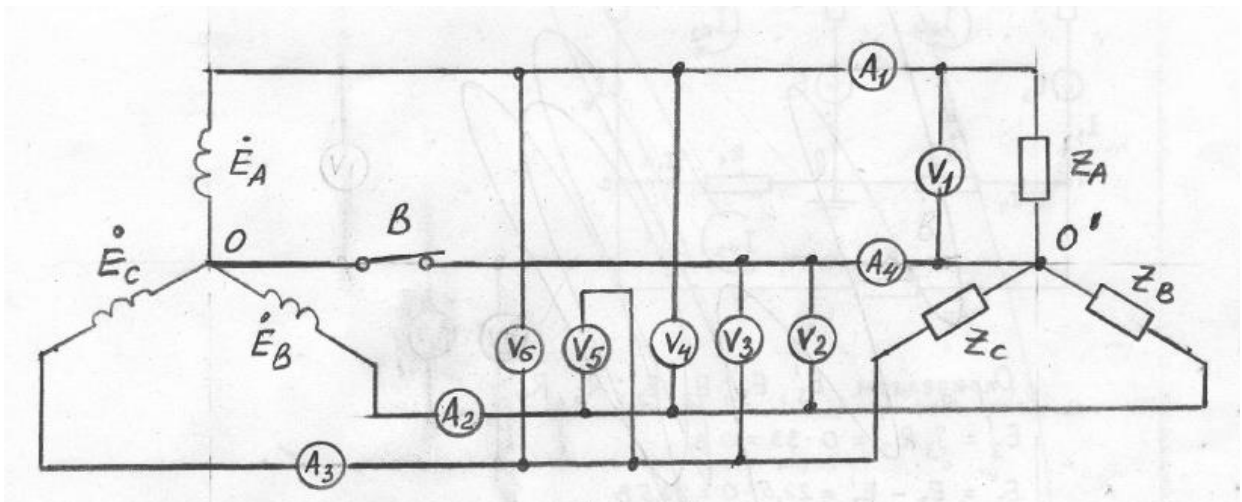

Рис. 5.1. Схема трехфазной электрической цепи
1. Собрать схему трехфазной электрической цепи, изображенной на рис. 5.1.
6. На основе экспериментальных данных построить в масштабе топографическую диаграмму напряжений подобную диаграмме, изображенной на рис. 5.1.